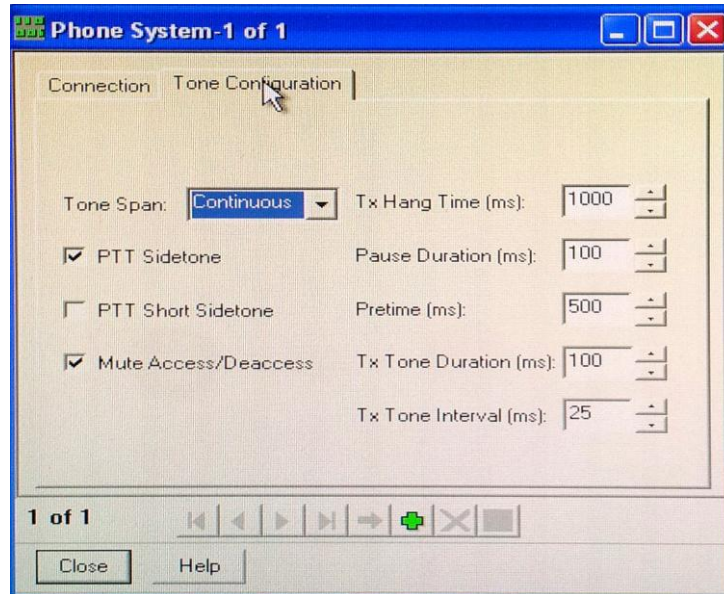

Figura 3.13 Tiempo de tono DTMF
11. configuramos el retardo del tono DTMF que se genera ver Figura 3.13